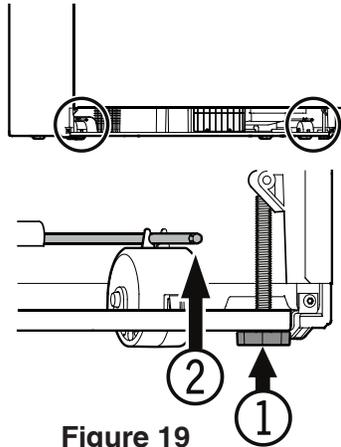

Figure 19
## Mise à niveau de l'appareil - Figure 19
Afin d'éviter que l'appareil ne bascule vers l'avant, les pieds réglables (1) (Figure 19) doivent être en contact avec le sol.